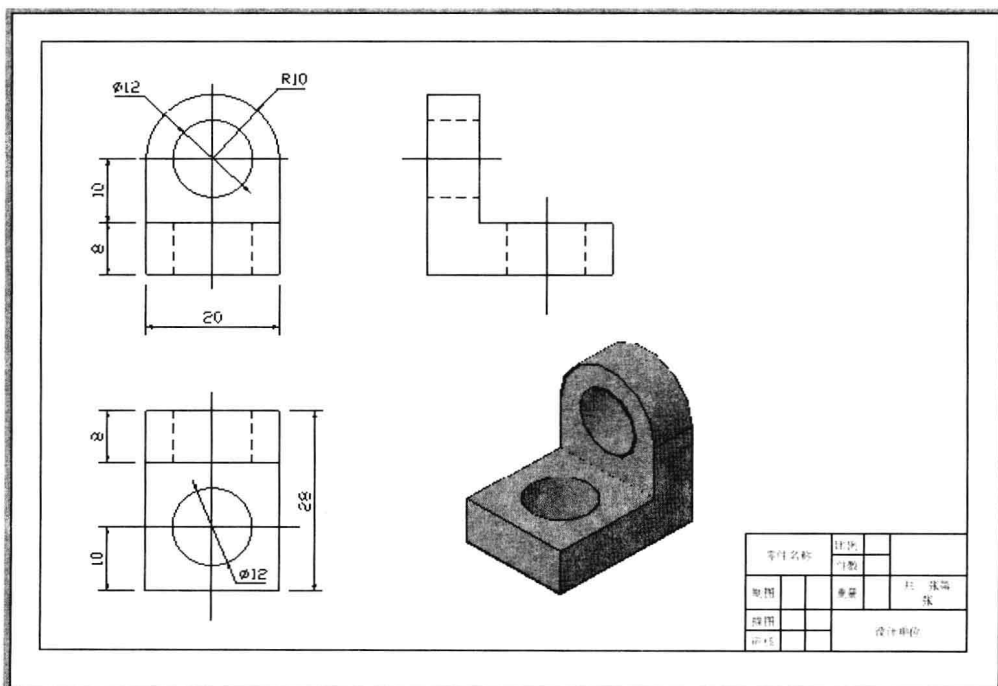

图 10-6-5
(7) 在“图层”面板中单击“视口”图层右侧的黄色灯泡 , 关闭该图层。
(8) 在“块”面板中单击“插入”按钮 , 单击“浏览”按钮, 在打开的对话框中选择素材文件“标题栏和图框.dwg”, 单击“打开”按钮, 设置统一缩放比例为 1:1, 单击“确定”按钮, 在图纸的虚线可打印区域内单击, 插入标题栏和图框。
(9) 在界面顶端快速访问工具栏中, 单击“打印”按钮 , 单击“确定”按钮, 输出图纸, 如图 10-6-5 所示。